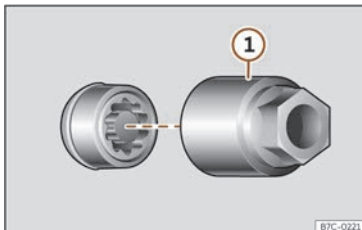

Fig. 40 Parafuso antirroubo da roda con capuchón e adaptador.
- Encaixe o adaptador especial»» **fig. 40 ①** (ferramenta de a bordo»» páx. 47) no parafuso antirroubo da roda ata o tope.